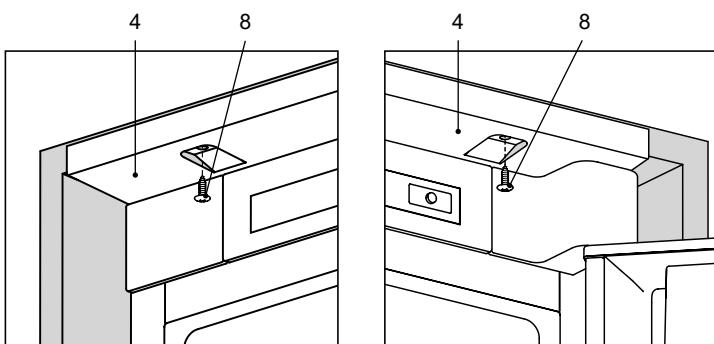

Figura 10
**3.3.3** Pentru a fixa frigiderul la acoperișul dulapului de mobilier, înșurubați șuruburile 8 în orificiile din lamela 4 în conformitate cu figura 10.